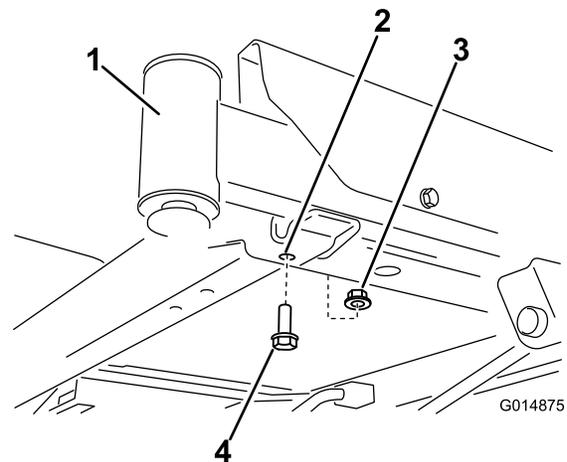
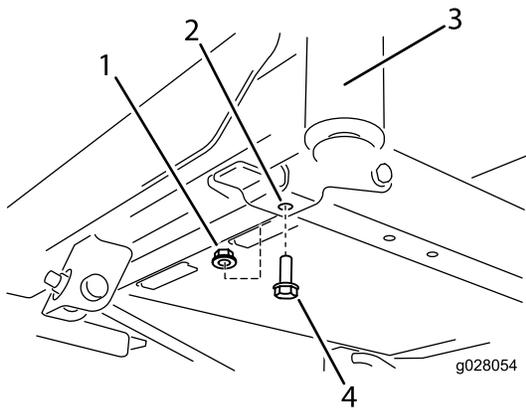

Figura 1
Figura 2
2. Localize os parafusos dianteiros na parte inferior da estrutura (Figura 1 e Figura 2). Remova os dois parafusos (3/8 x 1 pol.) e as duas porcas de bloqueio (3/8 pol.). Guarde as porcas de bloqueio.